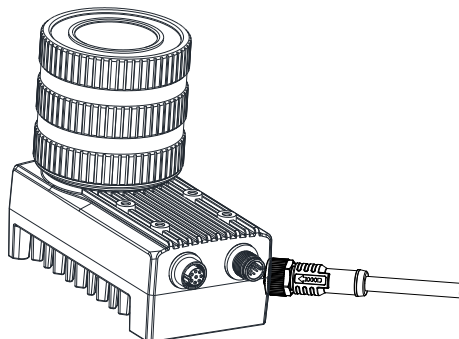

图3-6 设备 I/O 口接线
4. 使用电源及 I/O 接口线缆，按照正确的接线方法接在合适的开关电源上给设备供电，如图 3-6 所示。接口带有螺纹，使用时将接口旋紧可减少现场震动等引起的接口松动。设备接线请参考 2.4 电源及 I/O 接口定义章节。